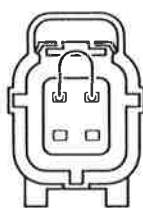

Fig. 2
- Si la led continue à clignoter, raccorder l'interrupteur de basse pression du climatiseur. (bornes 3 et 4) (Fig. 2).